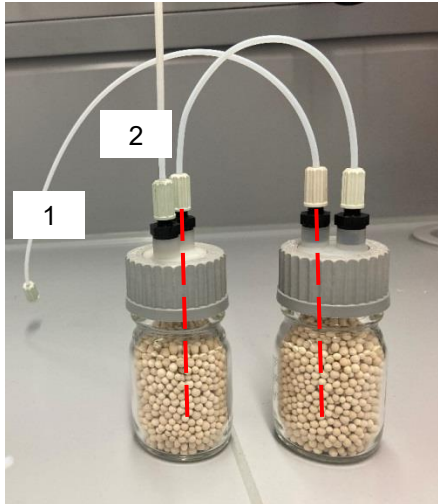
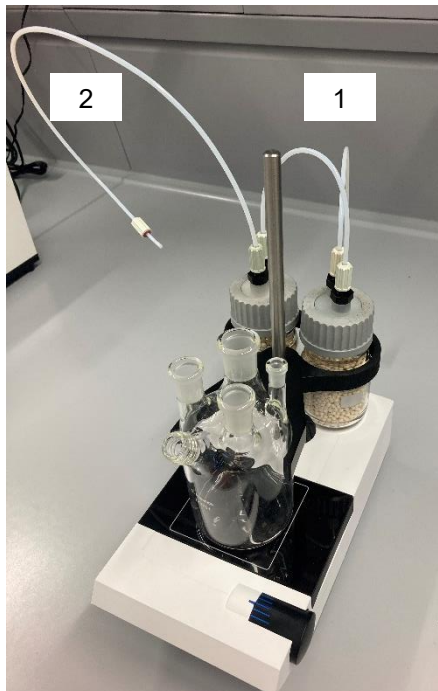
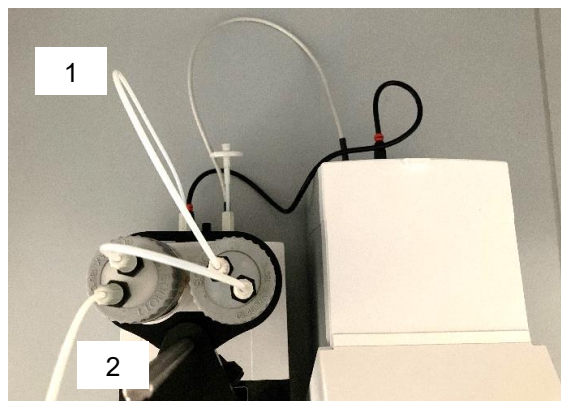

Abb. 11
Abb. 12
Abb. 13
Die mit Schläuchen vormontierten und mit Molsieb befüllten Trockenflaschen (Abb. 11) werden in die Halterung gestellt (Abb. 12 und Abb. 13). Der freie kürzere Schlauch (1) wird an den Ausgang der Pumpe angeschlossen. Der längere Schlauch (2) dient zum späteren Anschluss an den Durchflusszähler.